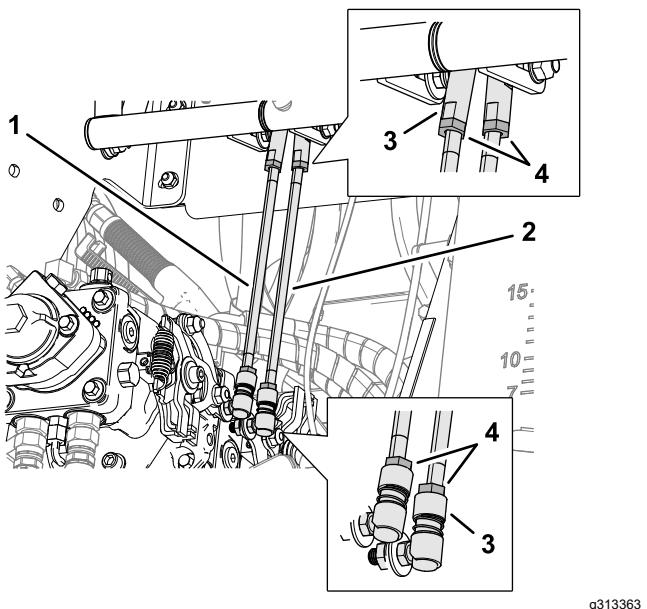

Figure 98
3. Desserrez les 2 écrous qui fixent la tige de commande de déplacement aux rotules supérieure et inférieure (Figure 98).
5. Resserrez les écrous de blocage (Figure 98).